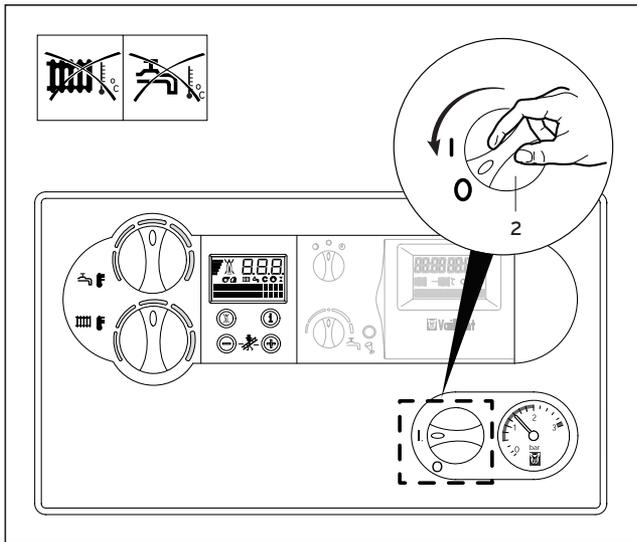

Abb. 3.19 Vollständige Außerbetriebnahme
- Drehen Sie hierzu den Hauptschalter (2) auf die Stellung „0“ (Abb. 3.19).